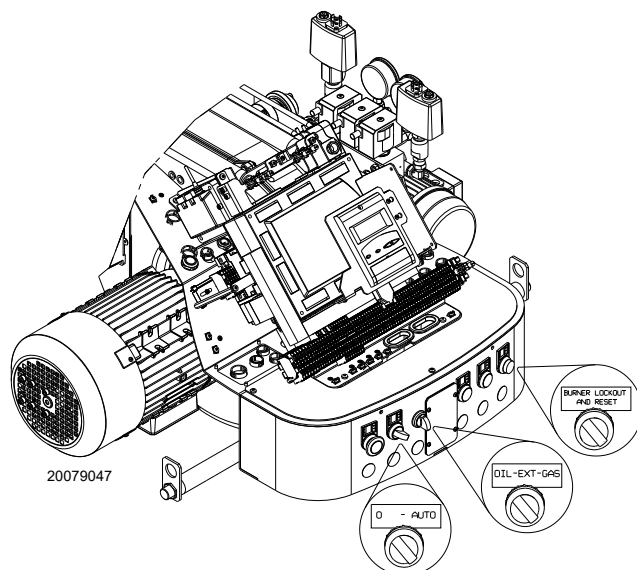

Fig. 30
Așezați comutatorul selector „OIL-EXT-GAS” în Fig. 30 la pag. 35 poziția „OIL” pentru a selecta motorina.
Închideți termostatele/presostatele și puneți comutatorul Fig. 30 la pag. 35 în poziția „AUTO”.
- așezați Fig. 30 în poziția „0” și așteptați ca controlul flăcării să se oprească;
Închideți telecomenzile și rotiți comutatorul selector (Fig. 30 la pag. 35) în poziția „ON”.
Puneți selectorul (Fig. 30 la pag. 35) în poziția „GAZ” pentru a selecta combustibilul gazos.
- 1 cu comutatorul selector (Fig. 30 la pag. 35);
Plasarea selectorului (Fig. 30 la pag. 35) pe poziția „EXT” activează funcția de selectare la distanță a combustibilului. În această poziție, dacă nu există deja un selector la distanță, afișajul indică combustibilul prioritar.